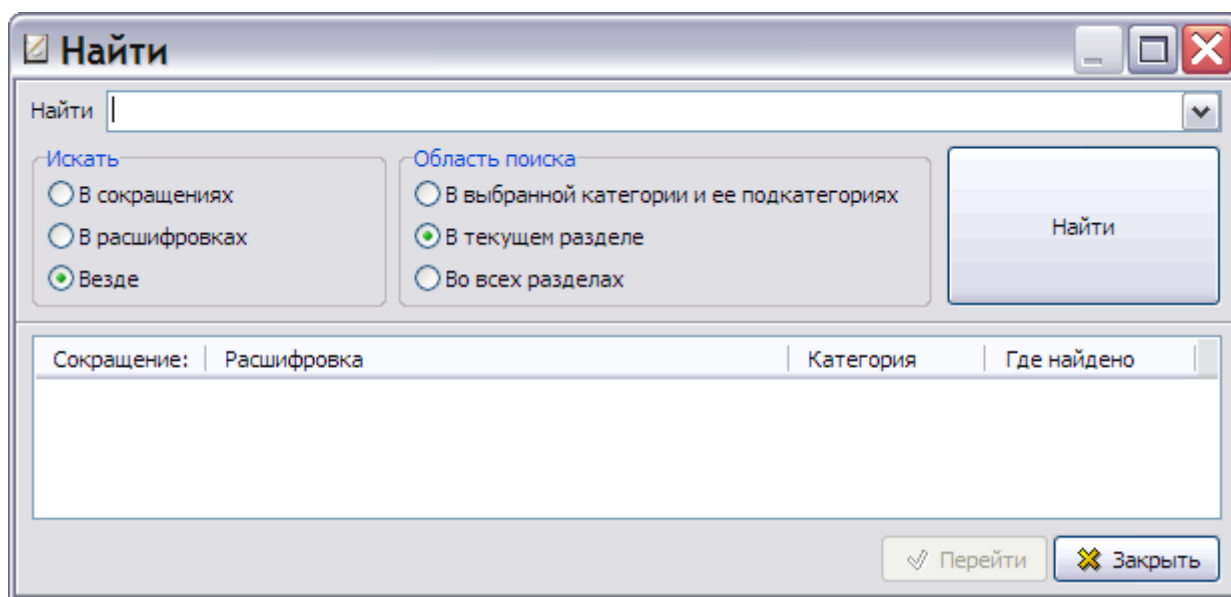

Рис. 3.64
2. Нажмите на кнопку **Поиск**  на панели инструментов левого окна или комбинацию клавиш CTRL+F. При этом появится диалоговое окно **Найти** (Рис. 3.64).